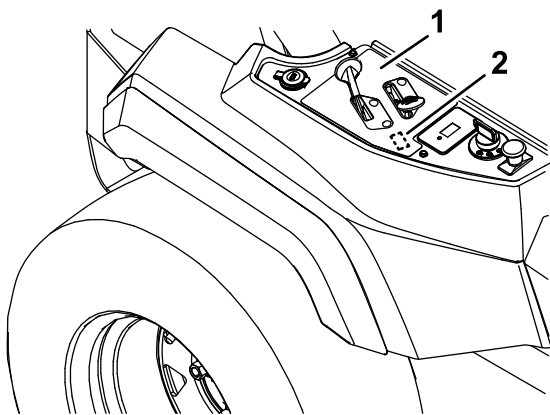

**Figura 3**
4. Conecte los conectores de los arneses de cables de las 2 luces LED al arnés de cables principal (Figura 3).